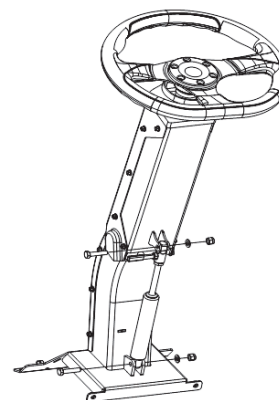

Рис. 6
4. Удерживая рулевую колонку в поднятом положении, другой рукой установите цилиндр наклона, совместите отверстия на штоке сверху и снизу цилиндра с отверстиями на крепежных пластинах, расположенных с задней стороны рулевой колонки сверху и снизу (рис. 6).
5. Начиная слева направо установите плоские шайбы и болты через отверстия, указанные в п.4, и закрепите их шестигранными фланцевыми контргайками. Затяните с усилием 14–16 Нм (рис. 6).